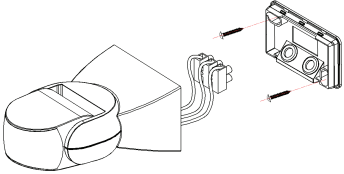

FIG. 3
- Для установки продукта в правильное положение на выбранной поверхности с помощью винтов приложены. /Рисунок 3/
- Për instalimin e produktit në pozicionin e duhur në sipërfaqen e përzgjedhur përdorni vida mbyllur. /Figure 3/